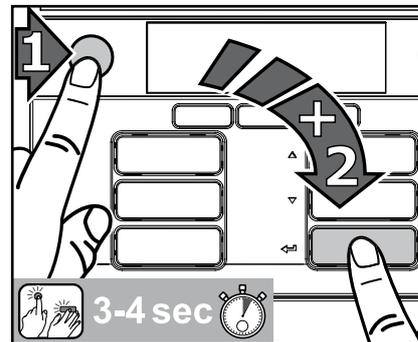

Fig. 31
1. Em primeiro lugar, prima a tecla STOP, depois, a tecla Enter e mantenha ambas as teclas premidas simultaneamente durante 3-4 segundos para ativar o modo de limpeza. (Fig. 31)